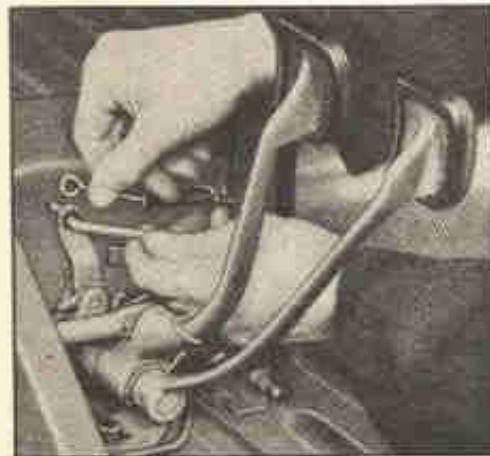

Fig. 21-E
- 1) — Retira-se o parafuso (6) que prende o cabo (2) a alavanca da válvula borboleta.
- 2) — Retira-se o prato da mola (5), a luva, (4) e a mola (3) (Modelos "1 200" — 36 HP)
- 3) — No Sedan e no Karmann Ghia, solta-se a varética de pressão do pedal e retira-se o cabo do pedal do acelerador (Fig. 21-E).